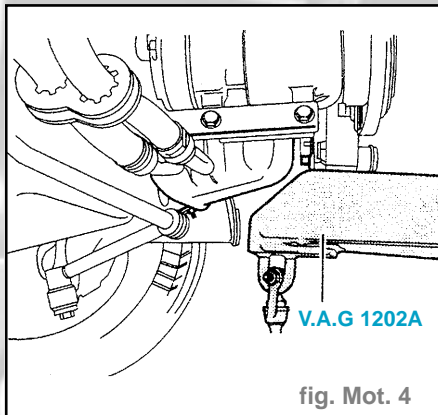

fig. Mot. 4
- Soulever légèrement l'ensemble moteur/boîte à l'aide de la grue d'atelier (V.A.G 1202 A) pour déposer les vis d'assemblage inférieures moteur/boîte (fig. Mot. 4).